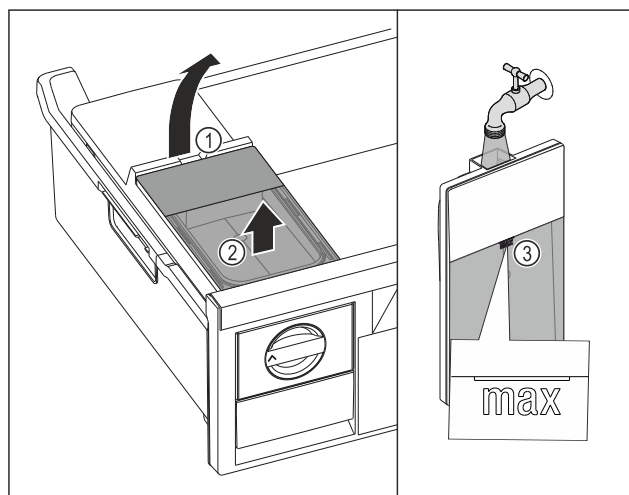

Fig. 151
- ▶ Поднимите бак для воды за выемку Fig. 151 (1).
- ▶ Извлеките бак для воды движением вверх. Fig. 151 (2)
- ▶ Наполните бак для воды питьевой водой до отметки Fig. 151 (3).